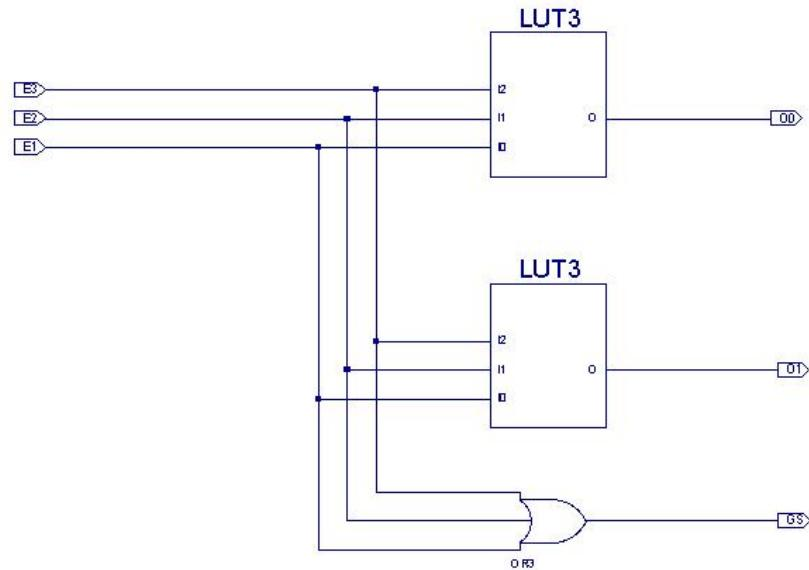

Figure 22. Schéma complété du module schématique encodeur_sc.
3. Sélectionnez l'item **or3** de la liste Symbols et placez-le sous les LUT. Référez-vous au schéma complété de l'encodeur présenté à la Figure 22 pour voir la disposition suggérée.
Ensuite, réalisez les interconnexions conformément à la Figure 22. Pour ce faire, effectuez les étapes suivantes :
1. Connectez les étiquettes **E1**, **E2** et **E3** aux broches **I0**, **I1** et **I2** respectivement des deux LUT selon les étapes effectuées précédemment pour le module d'anti-rebond. Référez-vous à la Figure 22 pour une représentation du schéma complété.